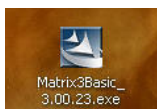

FIG. 3
3. Double-cliquez sur l'icône Matrix3Basic.exe (FIG. 3).